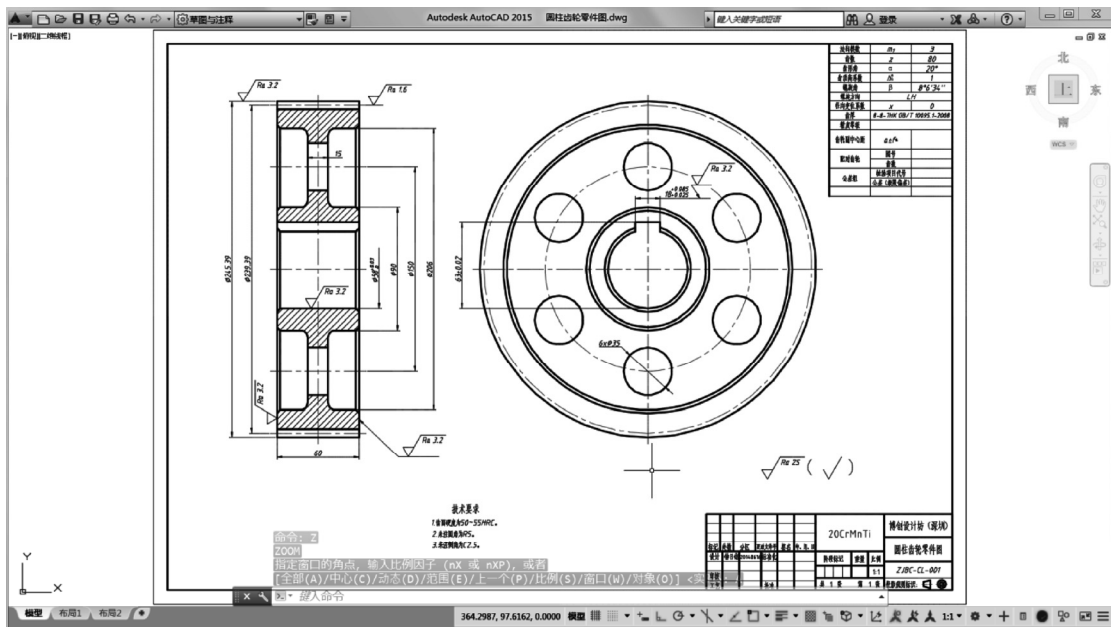

图 13-92 使用全屏显示模式
31) 对零件图进行认真检查, 如果发现有疏漏或问题, 则及时改正过来。另外, 可以对与注释对象有相交重叠的中心线进行打断操作, 以使图面更清晰整齐。在状态栏中单击“全屏显示切换”按钮  以启动全屏显示模式, 接着在命令行中执行以下操作以在当前屏幕上能显示零件图的全部可见图面信息, 此时如图 13-92 所示。